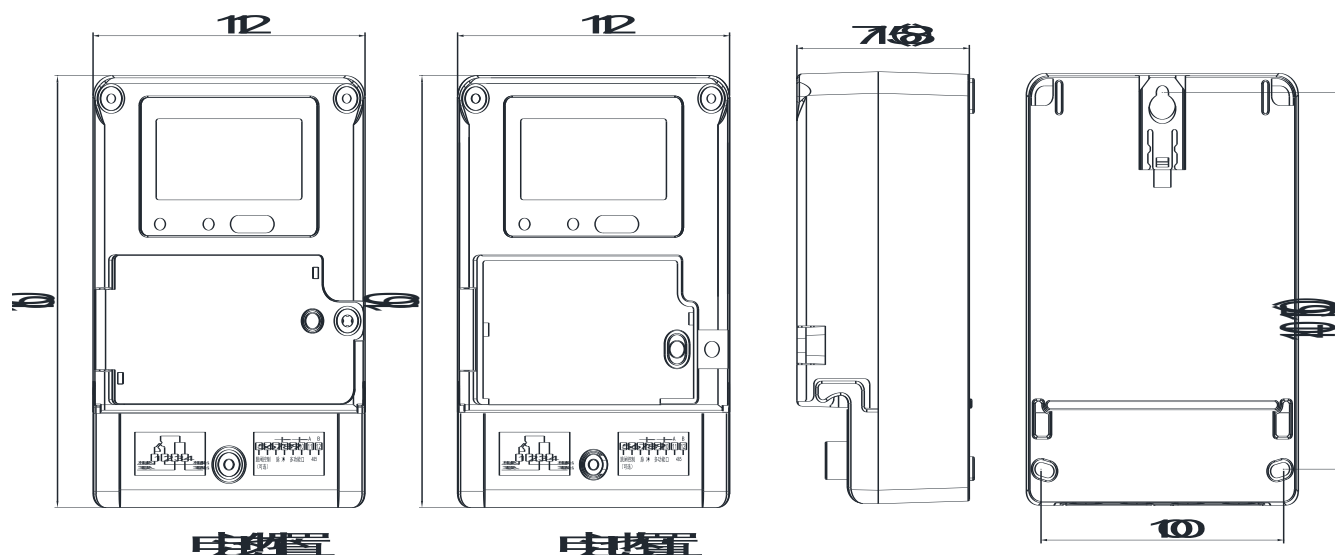

图 3 安装尺寸简图
- 电能表上部有挂钩螺钉孔，用挂钩螺钉固定，电能表下部有两个安装孔，可用自攻螺钉固定在坚固、耐火的墙壁或接线板上，具体安装尺寸见图 3；